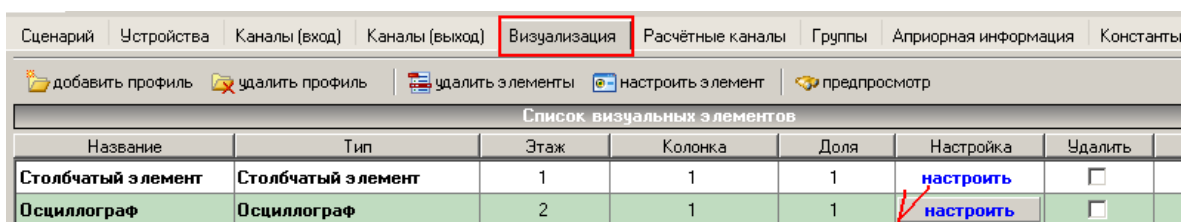

Рисунок 10
8.2. Настроить выбранный орган отображения (см. Рисунок 10).